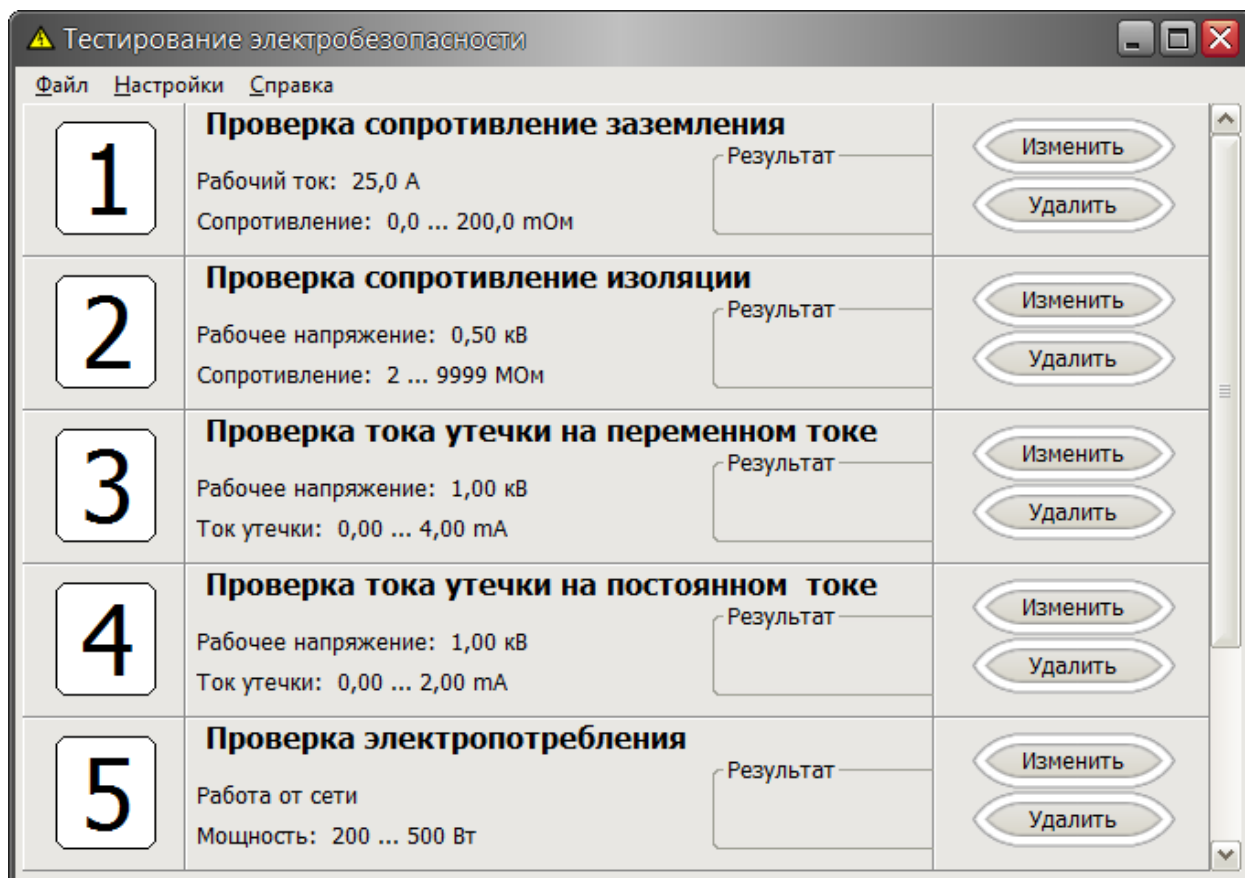

Рисунок 12 – Выбор тестов электробезопасности
11. Выбрать в меню **Файл / Стандартные тесты**. В окне «Тестирование электробезопасности» составить перечень тестов, которые будут выполняться автоматически при нажатии на кнопку «Пуск» на щупе (рисунок 12). Тесты располагаются в определенной последовательности (указан номер слева), в которой они будут выполняться.